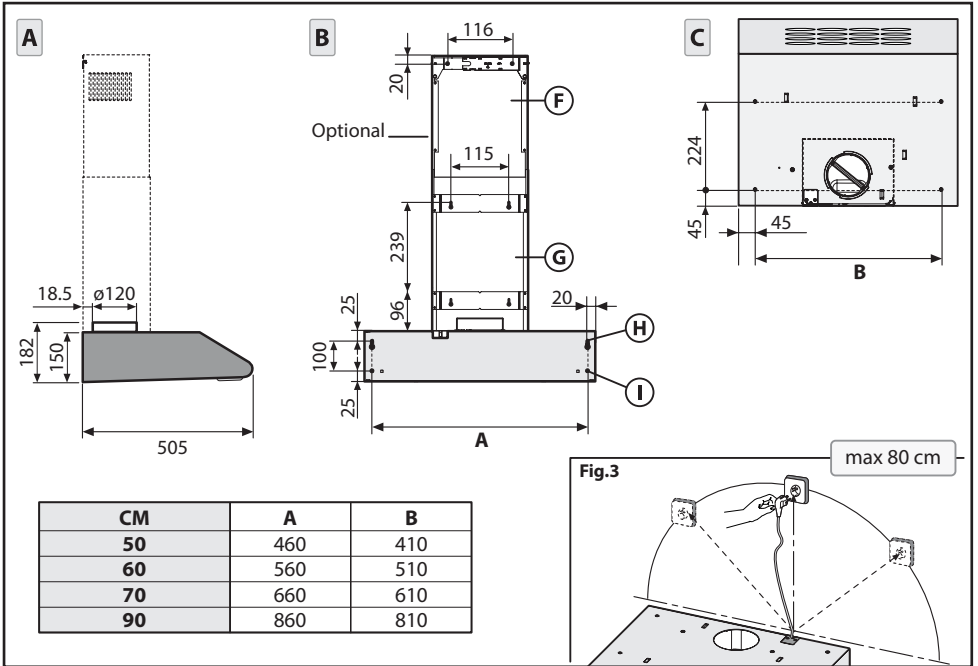

Fig.2
**1. Montaggio della cappa nella parte inferiore del pensile (Fig.2):**
**2. Montaggio della cappa alla parete (Fig.2):**